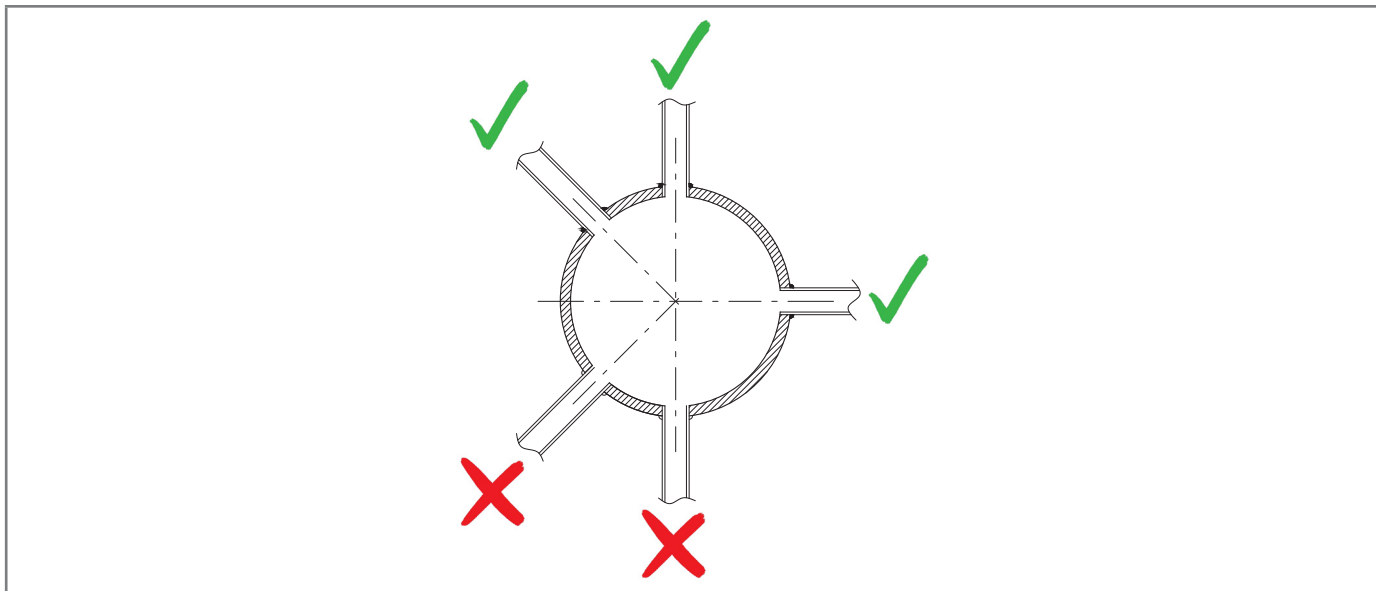

Fig. 6.22. Attacchi saldati della connessione pneumatica
- gli attacchi della connessione pneumatica siano sempre saldati sulla parte superiore o a max 90° sull'asse della tubazione stessa (fare riferimento alla Fig. 6.22);